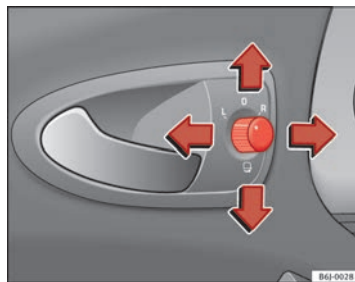

Abb. 68 Drehknopf für Außenspiegeleinstellung
1. Drehen Sie den Drehknopf $\Rightarrow$ **Abb. 68** zunächst in Stellung **L** (**linker Außenspiegel**).
- Drehen Sie den Drehknopf ⇒ Abb. 68 in Stellung , um die Außenspiegel anzuklappen. Sie sollten die Außenspiegel immer anklappen, wenn Sie eine automatische Waschanlage durchfahren, um Beschädigungen zu vermeiden.